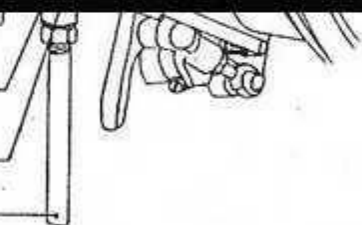

Рис. 2.
6.4.6. Наладка расстояния между блочками (Рис. 2.)